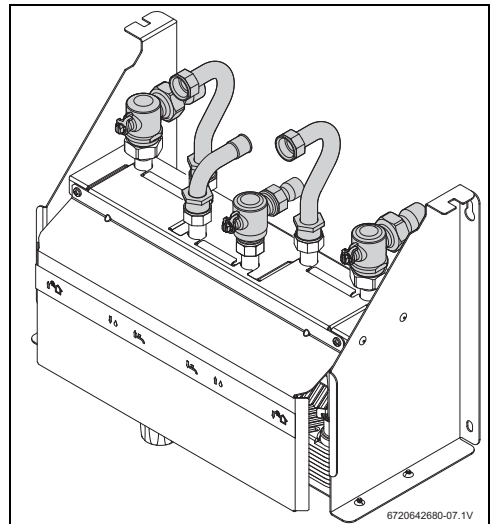

Fig. 7 Conexiones de agua (modelo con válvula mezcladora)
- Efectuar las conexiones conforme las Figs. 7 y 8.